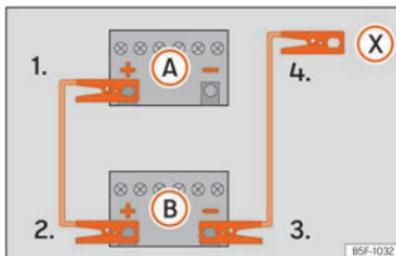
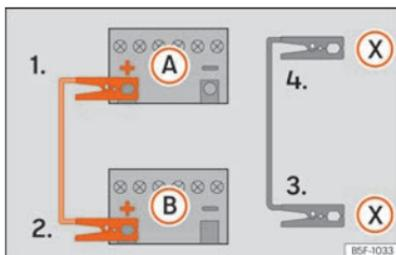

Fig. 162 Esquema de conexión para vehículos sin sistema Start Stop.
Fig. 163 Esquema de conexión para vehículos con sistema Start Stop.
Los cables de arranque solo se deberán conectar siguiendo el orden **1 > 2 > 3 > 4** »» fig. 163.
2. Emborne un extremo del cable rojo de emergencia al polo positivo (+) del vehículo con la batería descargada (B).
3. Emborne el otro extremo del cable rojo de emergencia al polo positivo (+) del vehículo que suministra la corriente (B).
4. *Vehículos sin sistema Start-Stop:* emborne un extremo del cable negro de emergencia al polo negativo (-) del vehículo que suministra la corriente (B) »» fig. 162. *Vehículos con sistema Start-Stop:* emborne un extremo del cable negro de emergencia (X) a un terminal de masa adecuado, a una pieza de metal maciza que vaya atornillada al bloque motor o al mismo bloque motor »» fig. 163.
5. Emborne el otro extremo del cable negro de emergencia (X), en el vehículo con la batería descargada, a una pieza de metal maciza que vaya atornillada al bloque motor o al mismo bloque motor pero lo más alejado posible de la batería A.